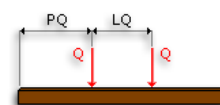

Figure 5
**Charge d'entretien de toiture :** Via des listes, vous sélectionnez la catégorie d'usage de la toiture et la disposition de charge (Cf. figure 5), la valeur de charge est alors déterminée automatiquement. Notons que vous restez toujours libre de saisir une valeur particulière de charge.